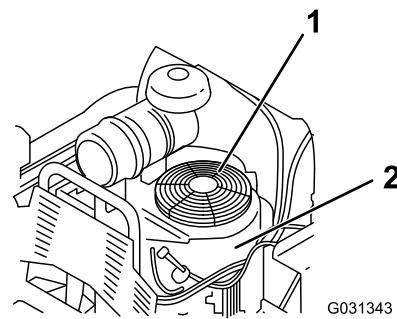

Figura 64
3. Remova o painel de admissão de ar e a caixa da ventoinha (Figura 64).
5. Instale o painel de admissão de ar e caixa da ventoinha (Figura 64).